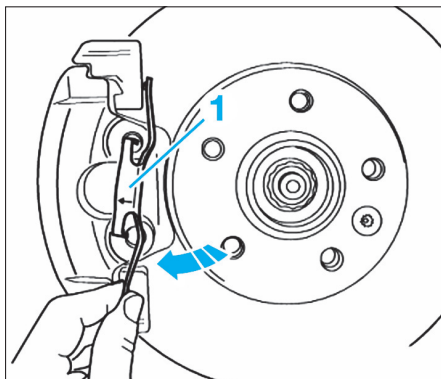

Fig. 7
- Tourner le ressort de maintien (1) dans le sens horaire (flèche) jusqu'à ce qu'il soit possible de le retirer de l'alésage supérieur (Fig.7).